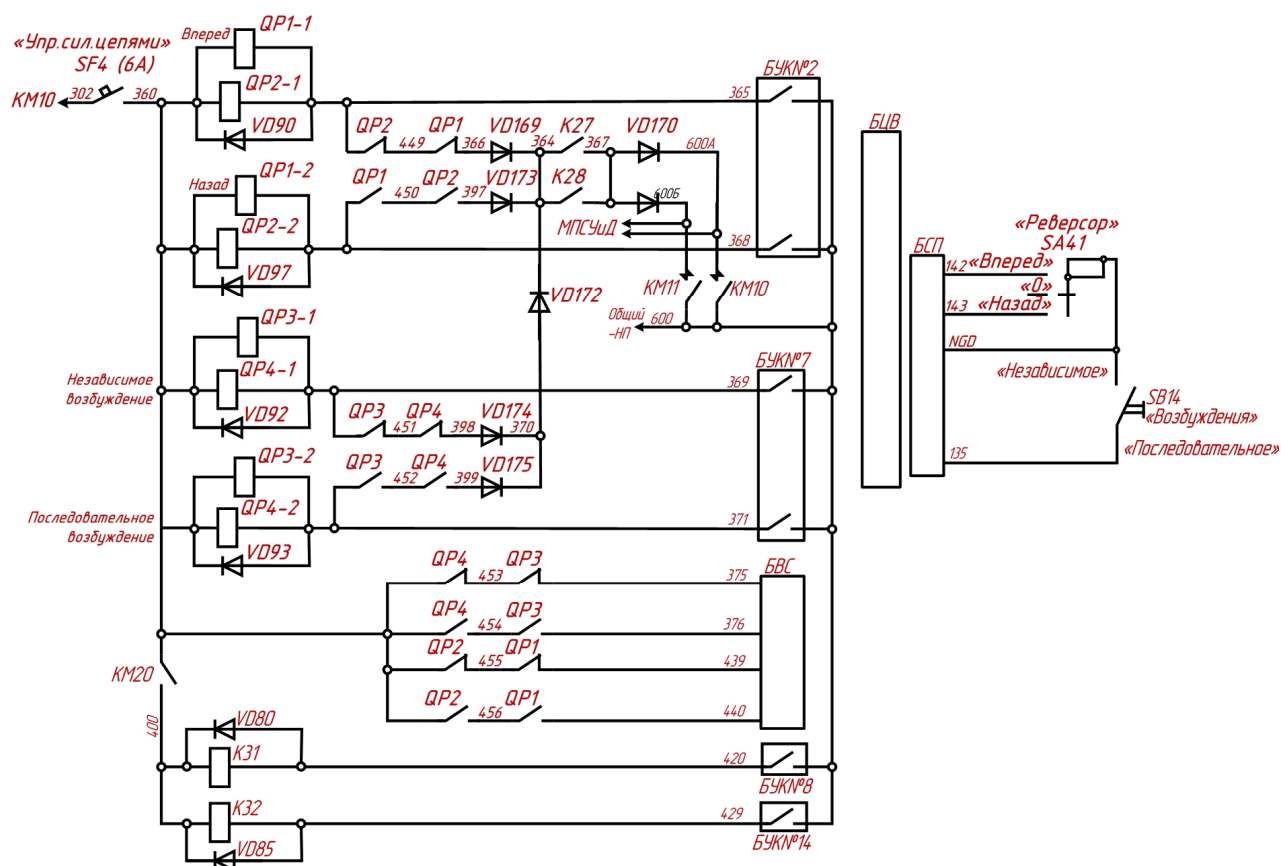
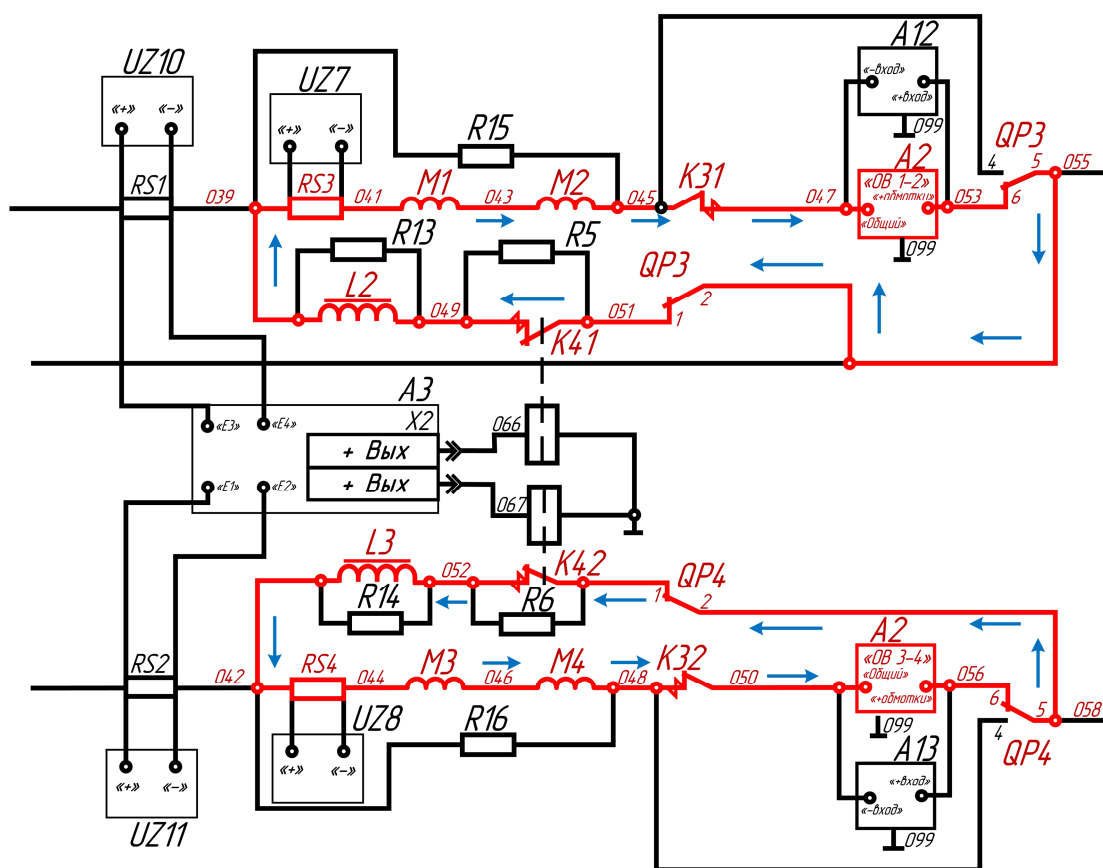

Рисунок 2.3 – Цепи управления реверсорами, режимными переключателями и линейными контакторами K31 и K32
Рисунок 2.4 – Цепи питания обмоток возбуждения одной секции на электровозах до № 113
При переводе переключателя SA41 «Реверсор» в положение «Вперед», сигнал по цепи 142 поступает в БСП (рисунок 2.3) и далее в МПСУиД и при отсутствии от ДПС сигнала о скорости движения электровоза более 5 км/ч, в межсекционную линию связи задается команда «Вперед».
параллельно включенные катушки QR3-1 и QR4-1, провод 369, БУК №7, общий минусовой провод 600. Режимные переключатели QR3 и QR4 переключаются в положение «Независимое положение». БУК №8 создает цепь (рисунок 2.3) питания катушек линейных контакторов К31 (если не отключены 1 и 2 ТЭД), а БУК №14 линейному контактору К32 (если не отключены 3 и 4 ТЭД). Включившись, контакторы К31 и К32 подключают обмотки возбуждения тяговых двигателей к управляемым выпрямителям А2 (А7 и А8 – для схем электровозов до 027), которые входят в состав СТПР-1000 преобразователя собственных нужд.
При сборе моторного режима или электрического торможения включаются МПСУиД дает команду на включение БУК №8 линейного контактора К31, а БУК №14 – К32 (рисунок 2.3). При этом образуется цепь питания обмоток возбуждения тяговых двигателей (рисунок 2.4):
- на всех секциях от провода 439 (440) в БВС есть сигнал (рисунок 2.3) об установке реверсоров в положение «Вперед» («Назад»);
- на всех секциях от провода 375 (376) в БВС есть сигнал об установке режимных переключателей в положение «Независимое» («Последовательное»);